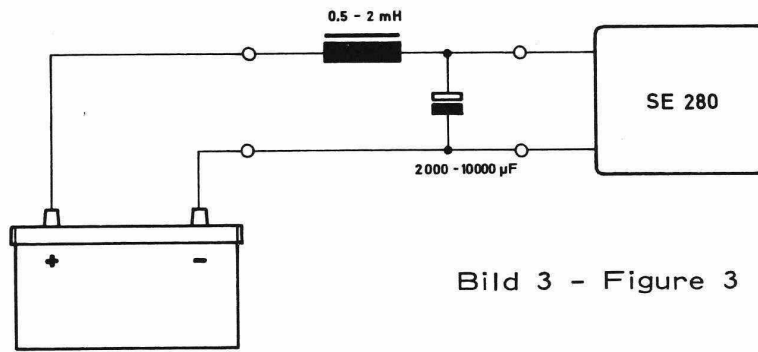

Bild 3 - Figure 3
1. Lichtmaschinenstörungen äußern sich durch Motor-Drehzahl abhängiges Heulen. Wird mehr Gas gegeben, wird der Heulton höher. Diese Störungen sind niederfrequenter Art und gelangen fast immer über die Betriebsspannungszuleitung in das Gerät. Die Störungen treten sowohl bei Senden, als auch bei Empfang auf. Verschmutzte und teilweise defekte Kollektoren oder Schleifringe sind meist die Ursache. Abhilfe schafft bei solchen Störungen ein Filter nach Bild 3. Um die Funktion des Gerätes nicht zu beeinflussen, sollte der Gleichstromwiderstand der Entstördrossel kleiner 0,3 Ohm sein. Geeignete Drosseln sind im Handel erhältlich (z. B. Siemens B-82505-D-A3).
1. Interference from the generator is usually heard as a wining sound whose frequency increases with the speed of the motor. This interference is at AF level and is usually carried to the transceiver along the supply cables. The interference is to be heard during both transmit and receive, and is usually caused by soiled or defective commutators. Figure 3 gives a circuit of a suppression link suitable for counteracting such interference. In order to ensure that the operation of the transceiver is not effected, attention must be paid that the DC-resistance of the suppression choke is not greater than 0.3 Ohm. Suitable chokes are available on the market.